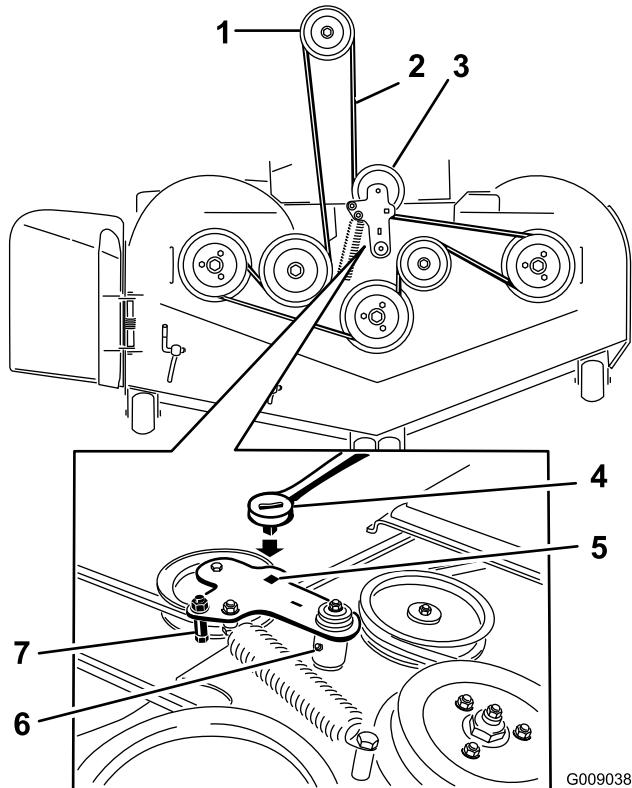

Figura 76
5. Utilice una llave de carraca en el taladro cuadrado del brazo tensor para aliviar la tensión del muelle tensor (Figura 76).
7. Retire la guía de la correa del brazo tensor tensado con muelle según lo ilustrado en Figura 76.
9. Pase la correa nueva alrededor de las poleas del cortacésped y de la polea del embrague, debajo del motor (Figura 76).
10. Instale la guía de la correa en el brazo tensor según se muestra en Figura 76.
11. Utilizando la llave de carraca en el taladro cuadrado, instale el muelle tensor (Figura 76). Asegúrese de que los extremos del muelle están asentados en las ranuras de anclaje.